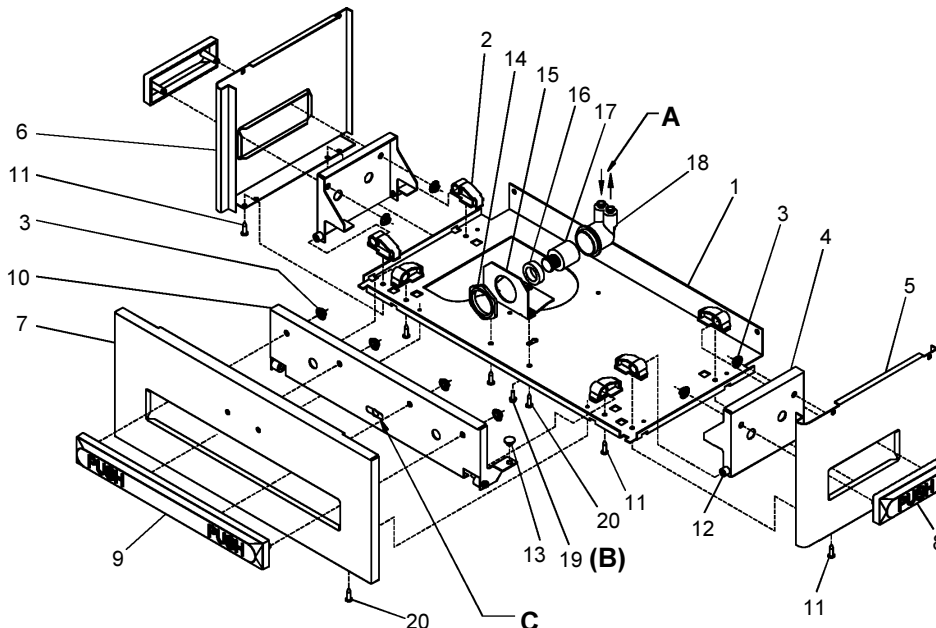

FIG.4
- 8) Stream height is factory set at 45-50 PSI. If supply pressure varies greatly from this, adjust screw, accessible by removing front push panel (Item 7, Fig. 4). CW adjustment will raise stream and CCW adjustment will lower stream. For best adjustment, stream should hit basin approximately 6-1/2" (165mm) from bubbler.
- 9) Replace the front panel and secure by re-tightening two (2) screws.
- 8) Le niveau d'écoulement est réglé en usine à 45-50 PSI. Si la pression varie beaucoup de ce point, ajustez la vis que l'on peut atteindre en retirant le panneau avant (article 7, fig.4). Si vous ajustez dans le sens des aiguilles d'une montre, le jet augmentera et dans le sens contraire, le jet diminuera. Le meilleur ajustement est lorsque le jet frappe le bassin à environ 6-1/2" (165mm) du barboteur.
- 9) Remplacez le panneau avant et fixez-le en place en resserrant les deux (2) vis.